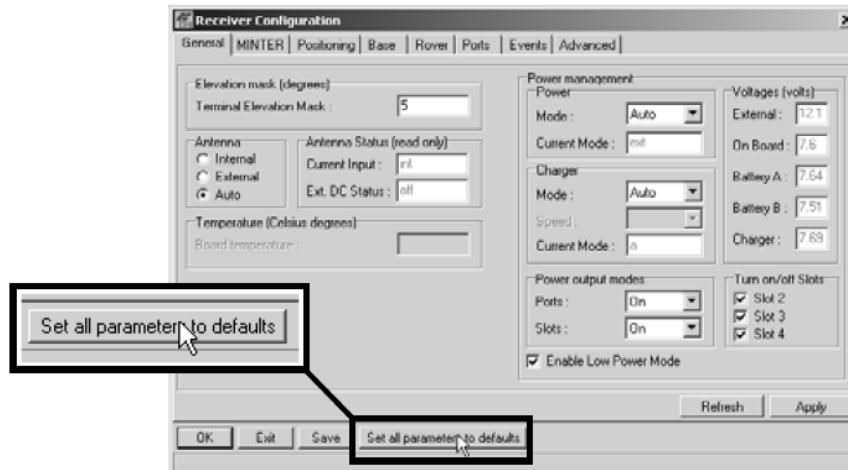

Рисунок 3-6. Кнопка Set all parameters to defaults
6. Щелкните на кнопке *Set all parameters to defaults* (Принять начальные значения для всех параметров), см. рис. 3-6.